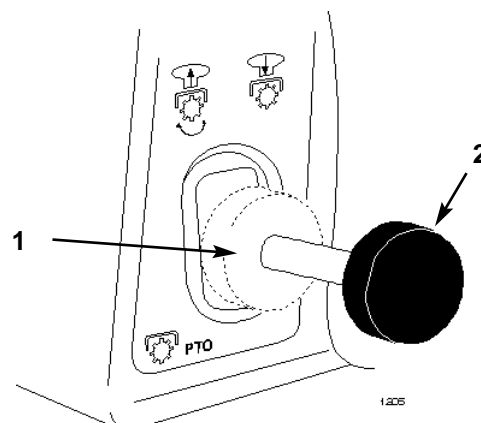

Figure 6
2. Tourner la clé de contact sur OFF (ARRET) (Fig. 6).